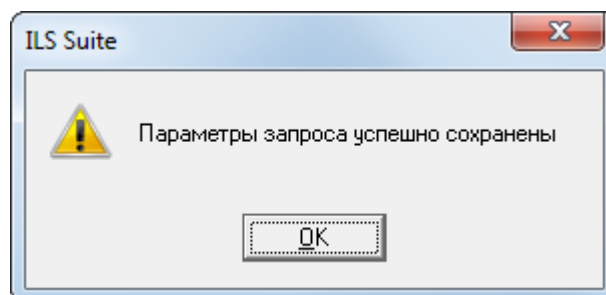

Рис. 7-49 – Информационное окно
11) Нажать кнопку «Да», чтобы закрыть информационное окно, приведенное на рис. 7-49.